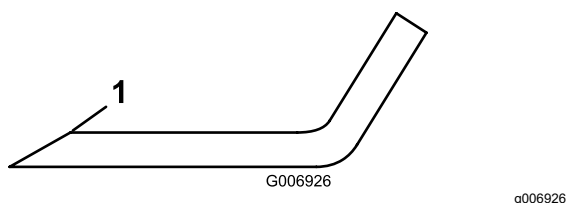

Figura 74
4. Inspeccione los fillos de todas las cuchillas. Si están romos o tienen mellas, afílelos; afíle únicamente la parte superior del filo y mantenga el ángulo de corte original para asegurar un afilado correcto (Figura 74).